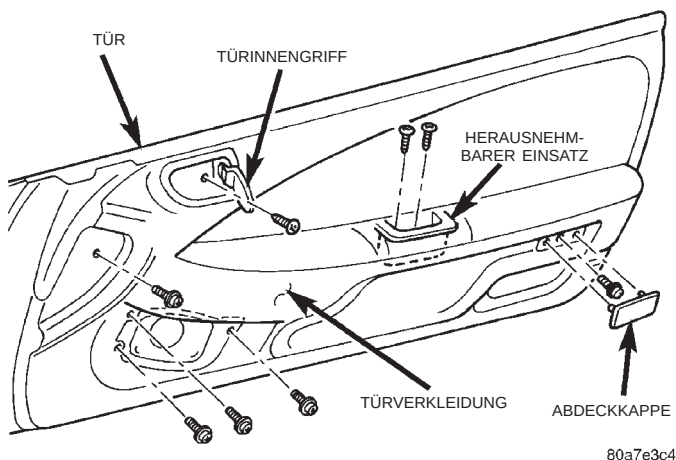

Abb. 22 Befestigungsschrauben/Türverkleidung
- (1) Scheibe absenken.
- (2) Halteclips lösen, mit denen der Lautsprechergrill an der Türverkleidung befestigt ist.
- (3) Befestigungsschrauben lösen, mit denen die Türverkleidung an der Tür befestigt ist (Abb. 22).